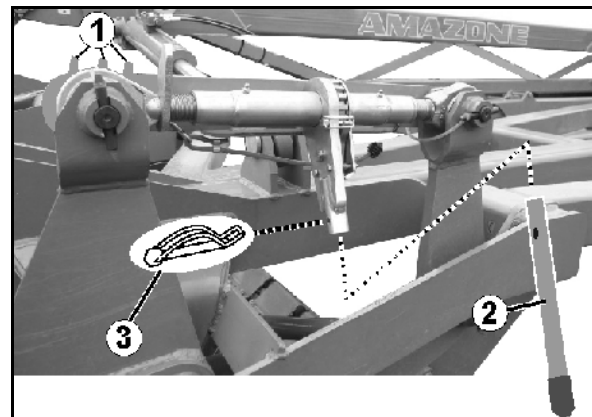

Fig. 46
Bei der Einstellung der Spindeln auf gleiche Länge ist die Skala (Fig. 46/1) hilfreich.
2. Handhebel (Fig. 46/2) mit Klappstecker (Fig. 46/3) an der Ratse befestigen (Fig. 46).